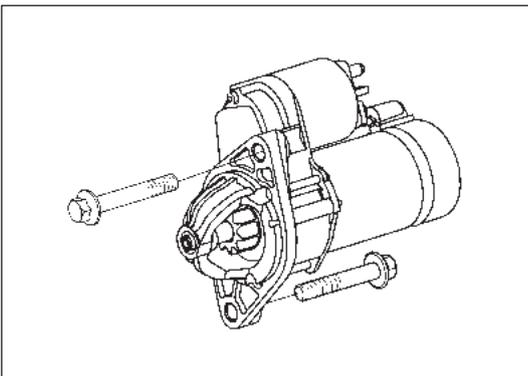

Рис. 6-3-1. Стартер
- (1) Вывернуть фланцевые болты крепления стартера М10×1,25×60 (4G15Т), М10×1,25×65 (GW4G 15В) и снимите стартер, как показано на рис. 6-3-1.
- (2) Снять пылезащитный кожух стартера.